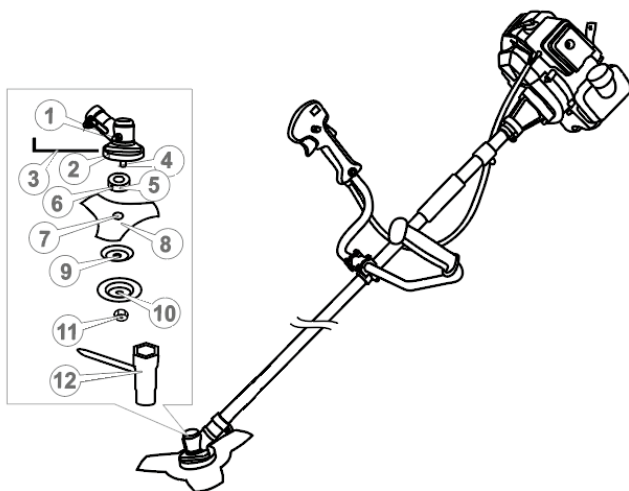
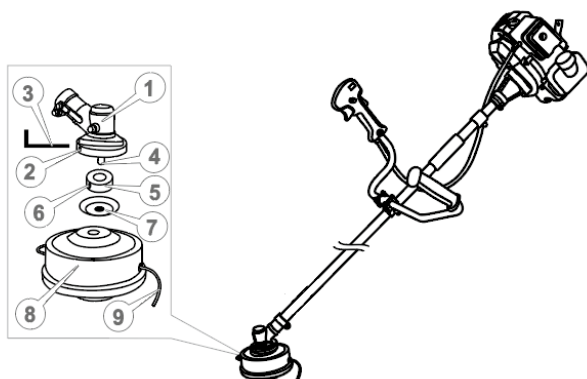

Рисунок 4. Схема встановлення різального ножа.
Рисунок 5. Схема встановлення різальної головки із жилкою.
- вставити шестигранний ключ (3, рис. 4) або викрутку в стопорний отвір (2, рис. 4) редуктора, фіксуючи таким способом вал від повертань;
- відкрити за допомогою накидного ключа (12, рис. 4) верхню фіксуючу гайку лівої нарізки (11, рис. 4), зняти її, після чого зняти захисну кришку тарілчастої форми (10, рис. 4) та шайбу тарілчастої форми (9, рис. 4), залишаючи на шпинделі (4, рис. 4) приводну шайбу–перехідник (5, рис. 4);
- поверх приводної шайби вкласти різальний ніж (8, рис. 4) таким чином, щоб посадковий уступ приводної шайби (5, рис. 4) увійшов у посадковий отвір ножа (7, рис. 4);
- поверх ножа по чергово встановити на шпindel редуктора шайбу тарілчасту (9, рис. 4), захисну кришку (10, рис. 4) і надійно закріпити гайкою лівої нарізки (11, рис. 5) за допомогою накидного ключа (12, рис. 4);
- витягнути ключ (3, рис. 4) із стопорного отвору (2, рис. 4) редуктора (1, рис. 4).
Фіксуюча гайка (11, рис. 4) має ліву нарізку.
- вставити шестигранний ключ (3, рис. 5) або викрутку в стопорний отвір (2, рис. 5) редуктора, фіксуючи таким способом вал від провертань;
- відкрити за допомогою накидного ключа (12, рис. 4) верхню фіксуючу гайку лівої нарізки (11, рис. 4), зняти її, після чого зняти захисну кришку (10, рис. 4), залишаючи на шпинделі (4, рис. 5) приводну шайбу (5, рис. 5) та шайбу тарілчастої форми (7, рис. 5);
- поверх шайби тарілчастої форми накрутити різальну головку із жилкою (8, 9, рис. 5);
- витягнути шестигранний ключ (3, рис. 5) або викрутку із стопорного отвору (2, рис. 5) редуктора (1, рис. 5).